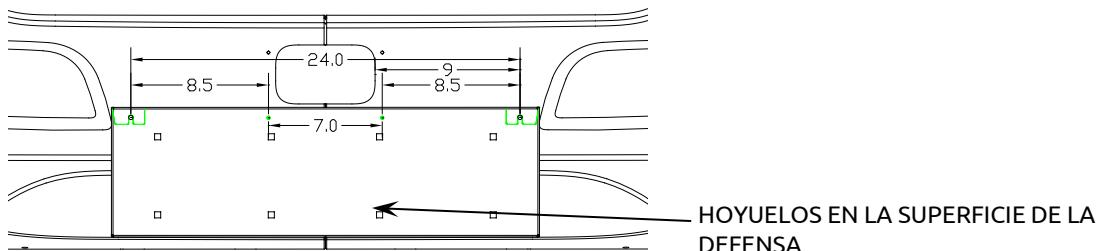

Figura 2
3. Marque y perfore agujeros de localización usando una broca de $9/32"$. Las dimensiones mostradas en la figura 2 ayudan a asegurar una localización apropiada. Una vez que esto se ha hecho, instale los accesorios de $1/4"$ dejándolos flojos suficiente para permitir deslizar el porta placa atrás de la cabeza del tornillo y la arandela. Remover el plástico protector alrededor de las bridas de montaje.